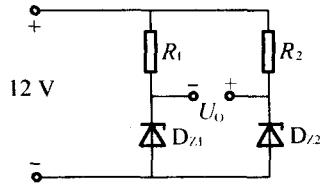

图 1-16
1.10 在图 1-16 所示电路中, 稳压二极管 D_{z1} 和 D_{z2} 的稳定电压分别为 6 V 和 9 V, 正向电压降都是 0.7 V, 则电压 U_0 为()。